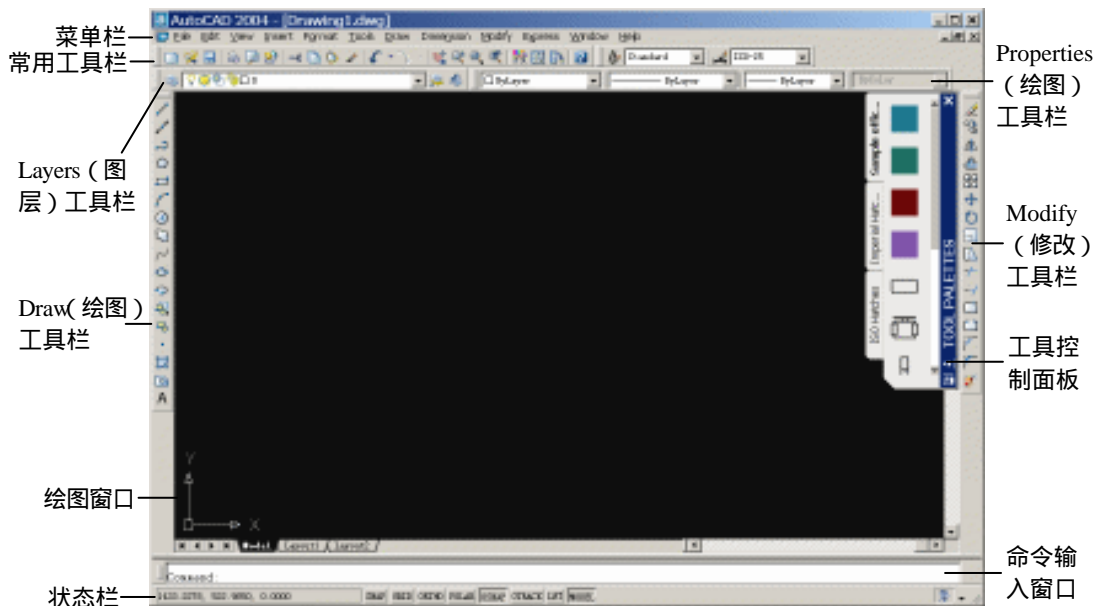

图 1.1 AutoCAD 2004 界面
(1) 启动 AutoCAD 2004 并新建文件。在 Windows 操作平台中选择【开始】|【程序】|【Autodesk】|【AutoCAD 2004】即可启动 AutoCAD 2004 并自动创建文件 Drawing1.dwg，如图 1.1 所示。